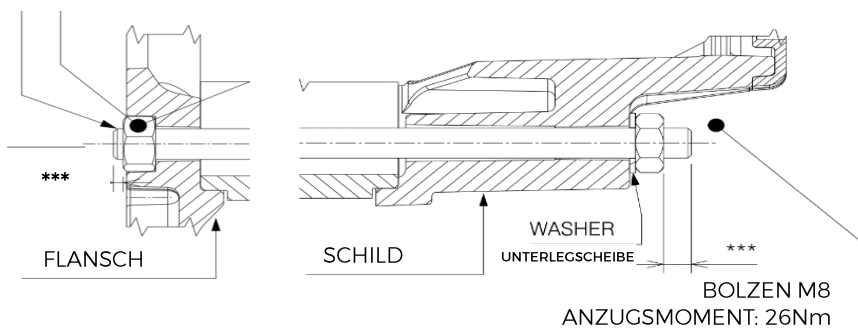

Abbildung 6-6
10. auskragenden Teil *** des Ankers auf der SAE- Flanschseite kontrollieren. Dieser muss 1,5 bis 3mm lang sein, wie in Abb. 6-6 dargestellt.